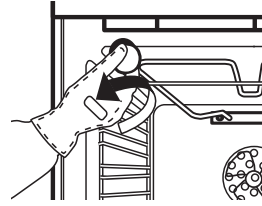

Abb. 5
- Schrauben Sie die Lampenabdeckung ab (Abb. 5). Wechseln Sie die Glühlampe aus (bezüglich des Typs siehe nachstehenden Hinweis) und schrauben Sie die Lampenabdeckung wieder auf.
- Die in diesem Gerät verwendete Lampe ist speziell für elektrische Geräte ausgelegt und nicht geeignet für die Beleuchtung von Räumen eines Haushalts (EU-Regelung (EC) Nr. 244/2009).